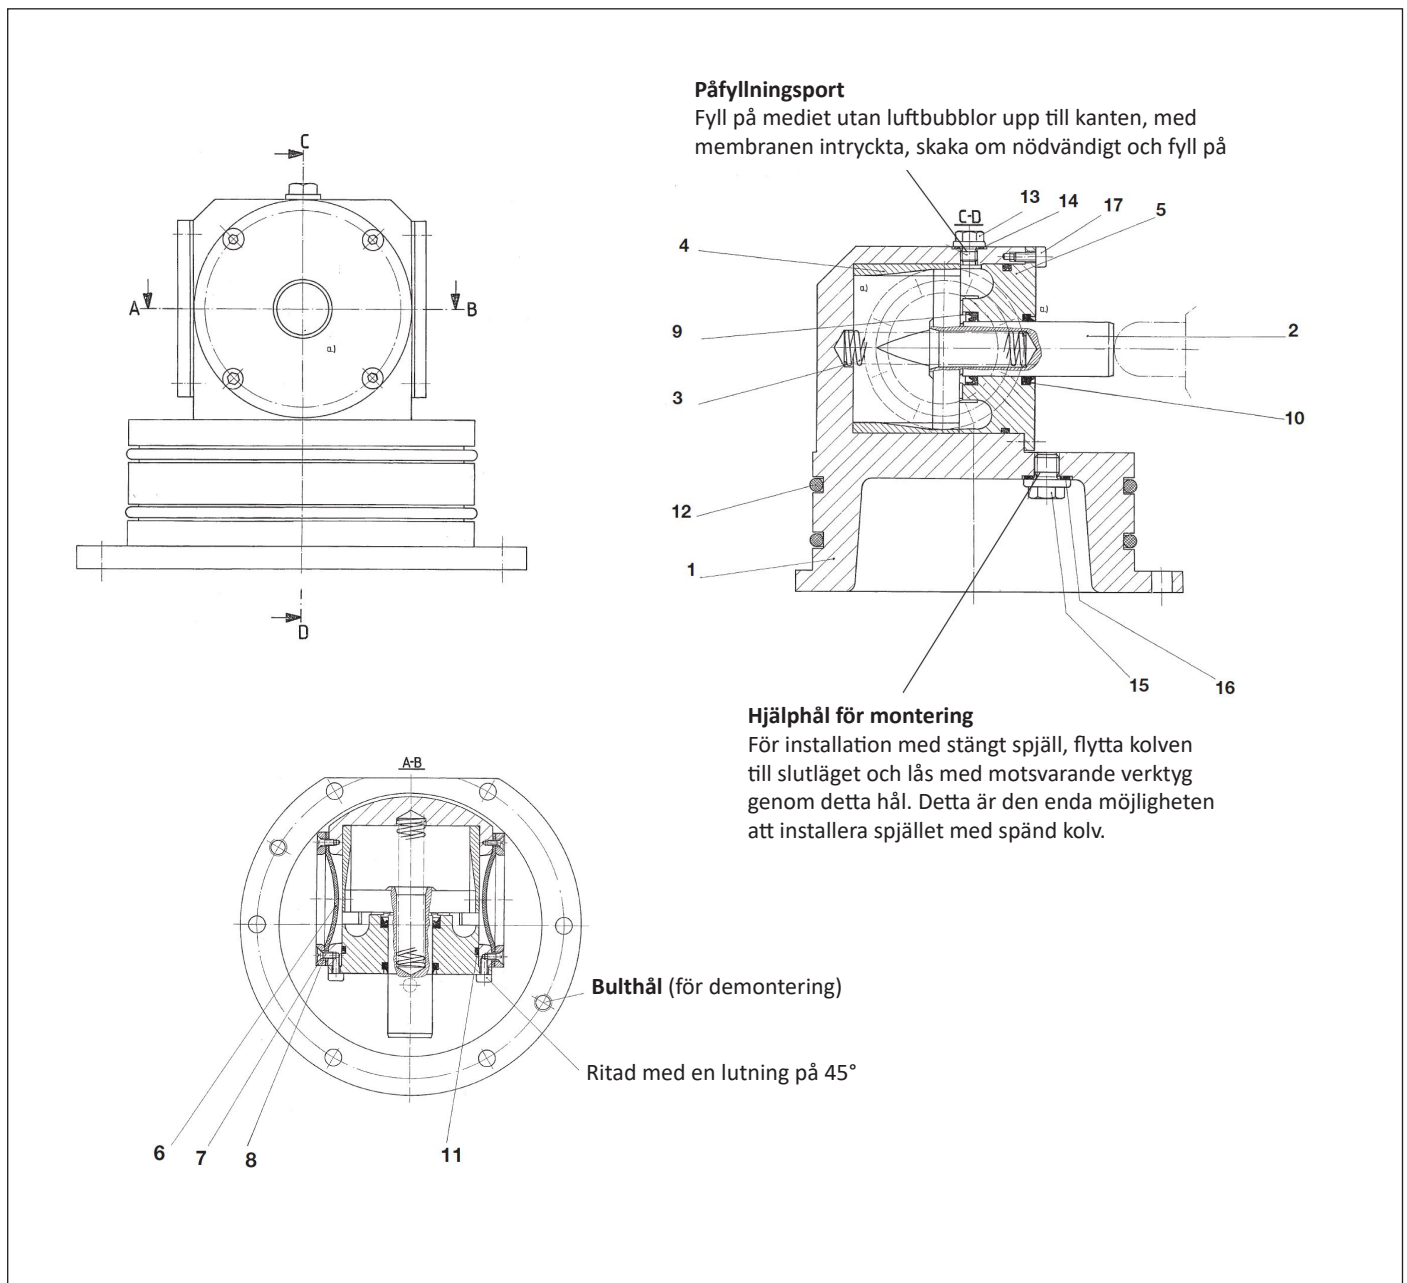

Bild 4: Ritning invändig dämpningsenhet
Dämpningen fylls med vätska utan luftbubblor i fabrik – i standardversionen vatten – via porten (13) (se bild 4). Membran (6) måste vara konkavt böjda inåt. I detta tillstånd är dämpningen redan fullt fungerande. Installationen ska göras med en vertikal (endast för flödesriktning underifrån och uppåt) samt med en horisontell rörledning. Systemtrycket i anläggningen är inte särskilt viktigt i detta sammanhang eftersom det överförs direkt till dämpmediet via membranets skiljeyta. Dämpningseffekten erhålls så snart kolven träffas centriskt (2) vilket gör att den rör sig och pressar vätskan bakom kolven genom utloppsytan på de specialformade spårkonturerna på bussningen (4) som nu blir mindre. Membranets funktion är att balansera effekten som orsakas av den införda främre kolven.
Den speciella formen på inloppskonturerna tillåter en mjuk övergång från att spjället slår med hög hastighet till det slutliga läget, dvs. ett stängt läge. I detta sammanhang härrör dämpningstiden från det tryck som byggs upp inuti spjället och den ringformiga spaltbredden runt kolven, genom vilken mediet måste strömma ut. Så fort spjället öppnar trycks kolven tillbaka till sitt utgångsläge med hjälp av en tryckfjäder (3) (se bild 4) som är monterad bakom kolven och suger på så sätt samtidigt in vatten i dämpkammaren. Denna sugprocess varar i flera sekunder. Efteråt är spjället åter manövrerbart.